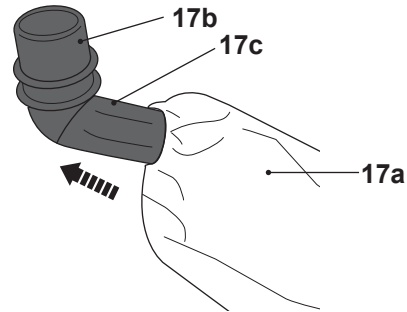

Fig. 7
- > Revise y recoloque, si es necesario, el conector (17b) en la bolsa de recogida de polvo (17a) (fig. 7).